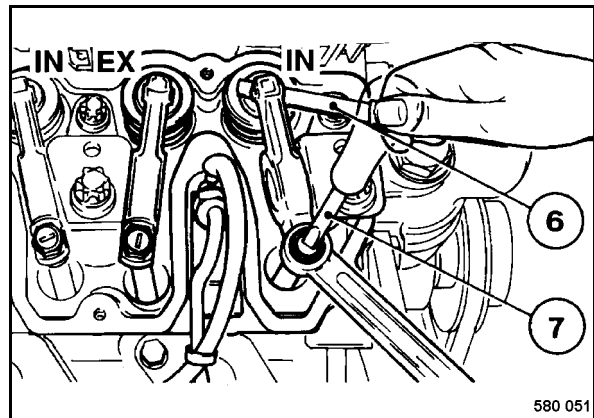

Fig. 156
- Soltar ligeramente la contratuerca. Ajustar el tornillo de regulación (Fig. 156) con un atornillador 7 de forma que la galga de espesores (6) se puede insertar y sacar con poca resistencia con la contratuerca apretada.